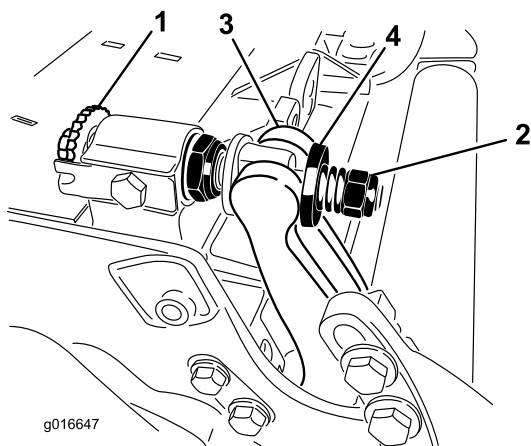

图30
1. 逆时针旋转底刀架调节器螺丝，将底刀后撤离滚刀（图30）。
- 退出弹簧加压螺母，直到垫圈不再对底刀架（图30）施压。